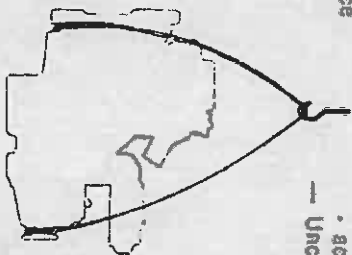

Fig. B 1
- Enlever les 4 écrous de fixation du groupe, l'élinguer et le sortir du bateau (fig. B 1).
- Remove the four engine fixing nuts, sling the engine and remove it from the boat (fig. B 1).